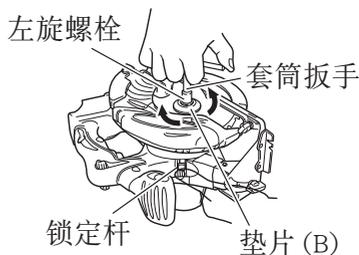
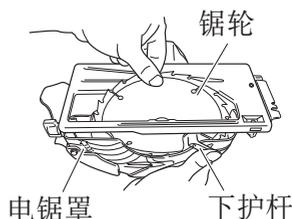

图 24
图 25
- (1) 将切割量设为最大，并按图 24 所示放置电圆锯。
- (2) 按下锁定杆，锁定心轴，并用套筒扳手取下左旋螺栓和垫片 (B)。
- (3) 抓住下护杆，使下护罩完全缩回电锯罩内，然后取下锯轮（图 25）。